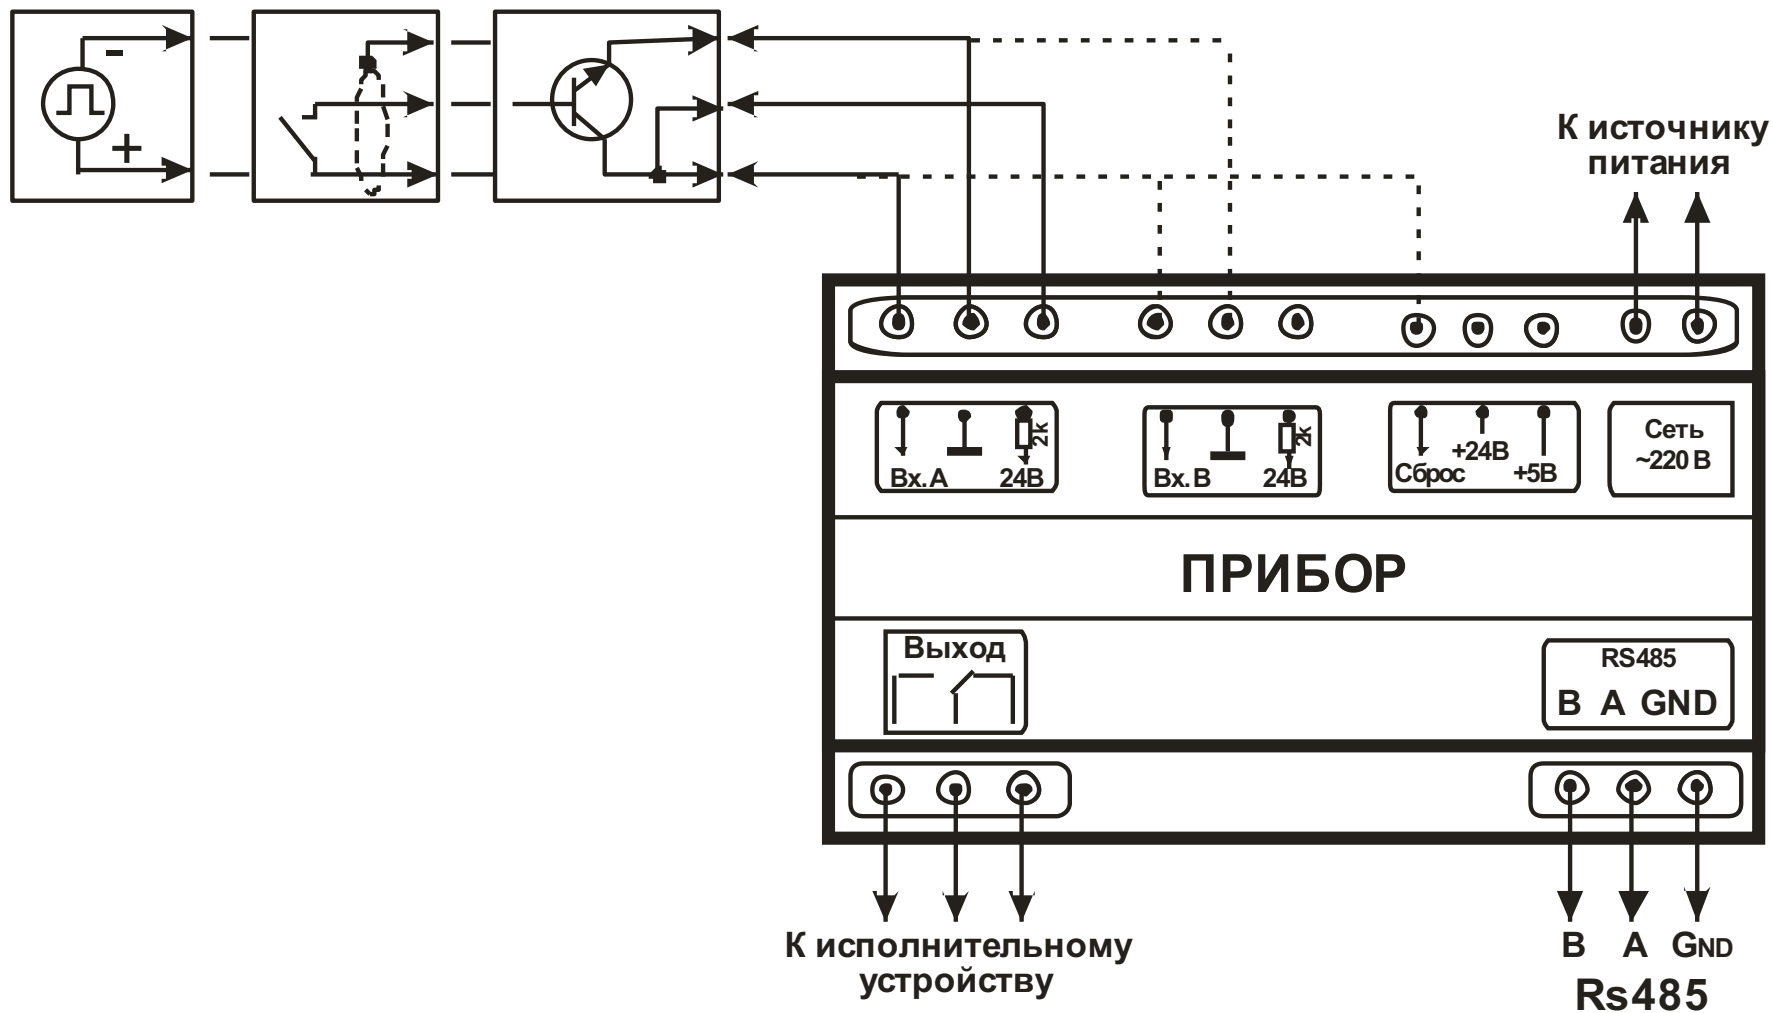

Рисунок 8.1 – Схема підключення вхідного датчика, блоку живлення та виконавчих пристроїв
8.3 Підключіть вхідний датчик виходячи з розташування клем на задній панелі приладу (див. рисунок 8.1).
8.4 Підключіть прилад до джерела живлення і виконавчого пристрою (див. рисунок 8.1).